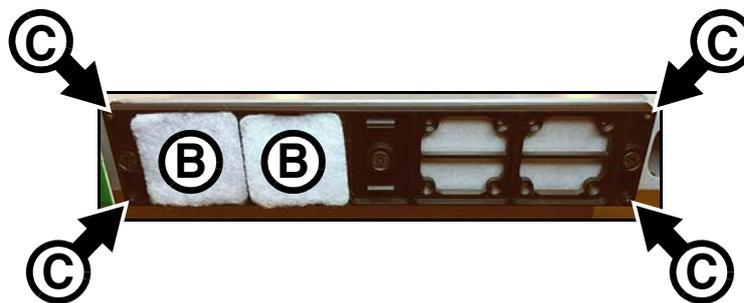

Figure 12: Remplacement des filtres à air sur P3-050 / P3-150
3. Voir Figure 12. Retirez les filtres usagés **B** et insérez de nouveaux filtres à leur place.